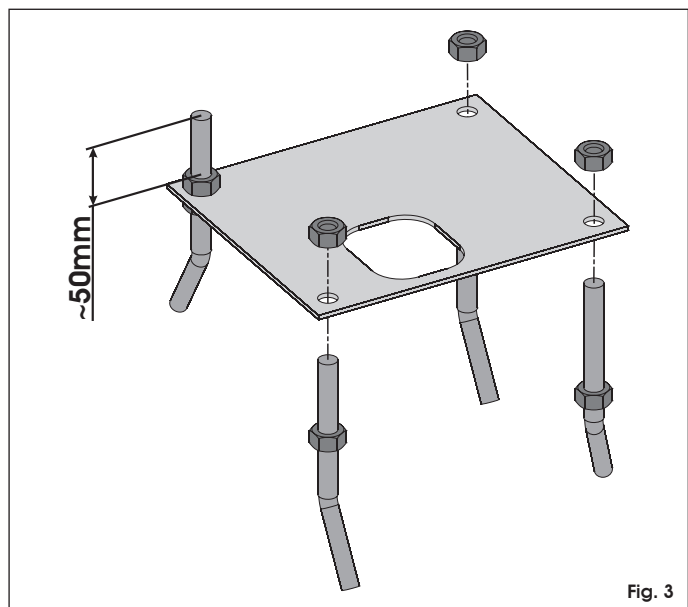

Fig. 3
1. Assemblare la piastra di fondazione come da Fig.3.